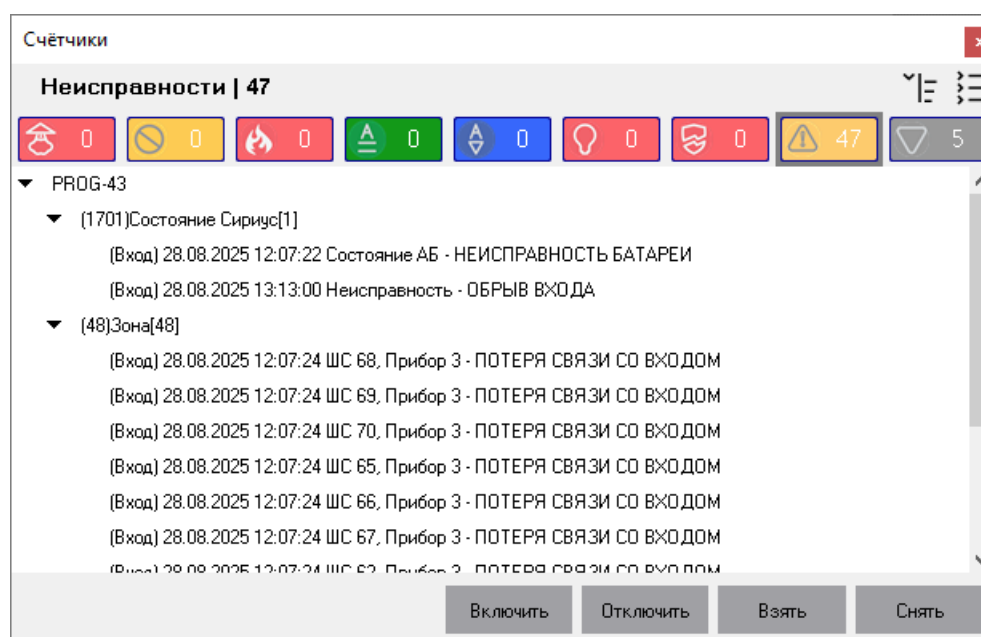

Рисунок 8-121 Функциональная вкладка "Счетчики" с отображением счетчиков
- с отображением счетчиков (см. Рисунок 8-121) – когда вместо отображения счетчиков на панели счетчиков они отображаются в шапке вкладки «Счетчики». В этом случае на вкладке «Счетчики» отображаются элементы с состояниями, соответствующими счетчику, выбранному в шапке вкладки «Счетчики».